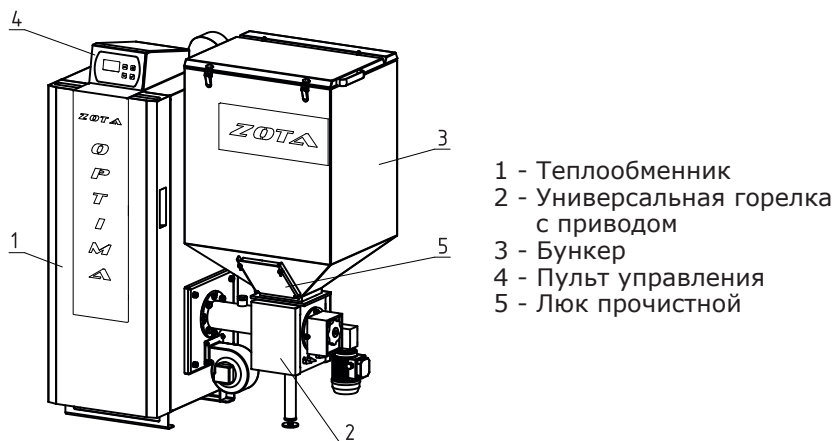

Рис.1 Котел ZOTA Optima
5.1. Котел с автоматической подачей топлива ZOTA Optima (Рис. 1) состоит из теплообменника (поз. 1), поворотной ретортной горелки с механизмом подачи топлива (поз. 2), топливного бункера (поз. 3) и пульта управления (поз. 4).
5.3.9. Прочистной лючок топливного бункера (поз.5, Рис.1) позволяет опустошать топливный бункер при возникновении нештатных ситуаций и выхода из строя механизма подачи.